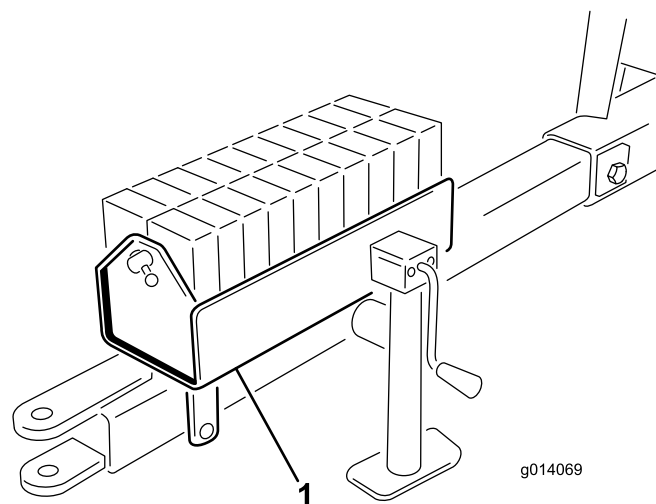

Figura 6
5. Encha caixa de pesos com os pesos e instale a barra e pino de segurança (Figura 6).